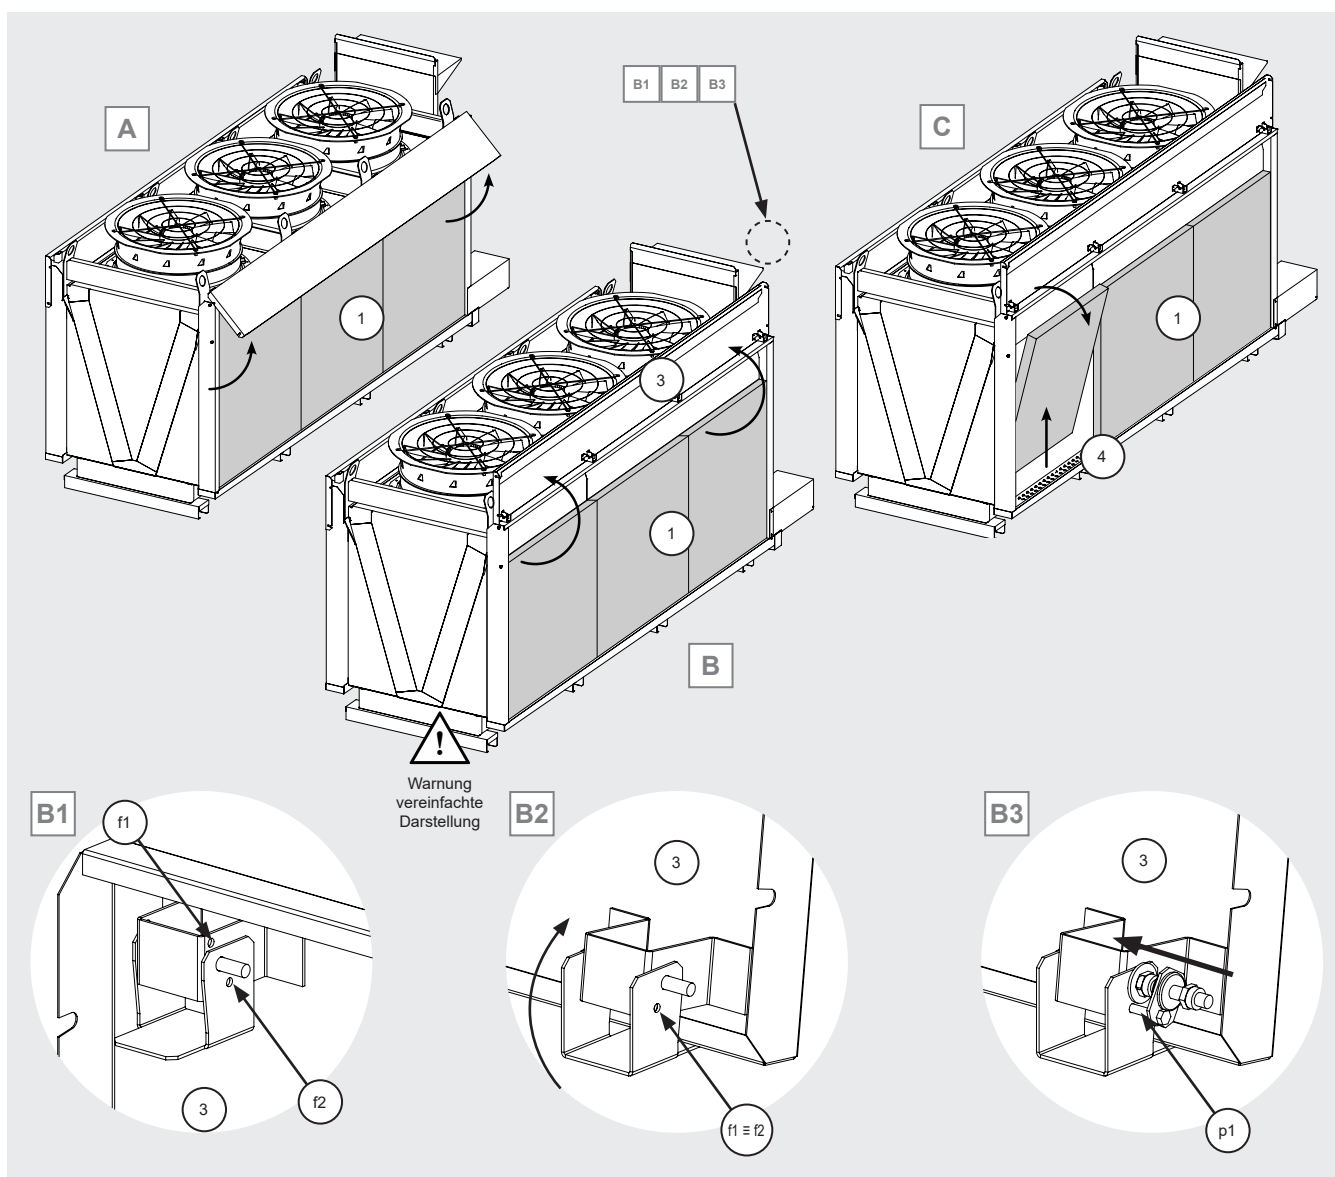

Abbildung 18
- 12.9.4 Heben Sie die Abdeckung (3) des Düsenfachs an. Siehe Abbildung 18 A und B. Achten Sie auf die Angaben in Abbildung 18 B1, B2, B3. Abbildung 18 B1 und Abbildung 18 B2 sind zu Erklärungszwecken vereinfacht dargestellt. Beachten Sie Abbildung 18 B1: Ein Scharnier am Ende des Deckels (3) ist mit einem System ausgestattet, das ein unbeabsichtigtes Schließen des Deckels (3) verhindert. Das Scharnier hat zwei Löcher (f1) und (f2). Drehen Sie den Deckel (3), bis die beiden Löcher übereinstimmen, wie in Abbildung 18 B2 dargestellt. Führen Sie nun den Stift (p1) in die beiden Löcher ein und verriegeln Sie den Deckel (3) in seiner Position. Vergewissern Sie sich vor Arbeiten am Modell, dass der Deckel (3) fest sitzt und sich nicht unbeabsichtigt schließen kann. Es besteht die Gefahr, sich die Hände oder den Kopf zu stoßen.
- 12.9.5 Ziehen Sie die Außenplatten (1) heraus: Heben Sie sie senkrecht aus der unteren Führung (4) und ziehen Sie sie dann nach außen. Siehe Abbildung 18 C.